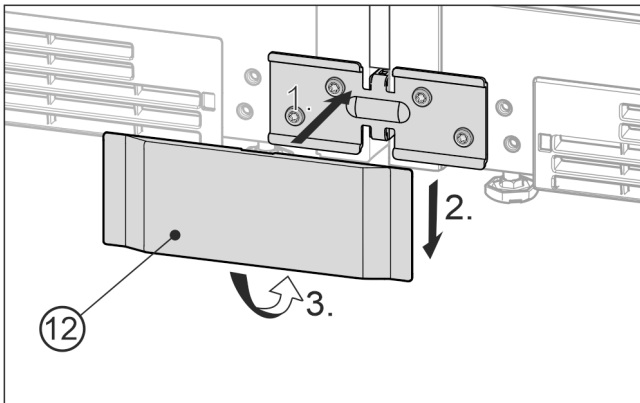

Fig. 24 Beispielhafte Darstellung
- Die untere Abdeckung Fig. 24 (12) von vorne auf den Winkel aufsetzen Fig. 24 (1), runterschieben Fig. 24 (2) und unten einrasten Fig. 24 (3).